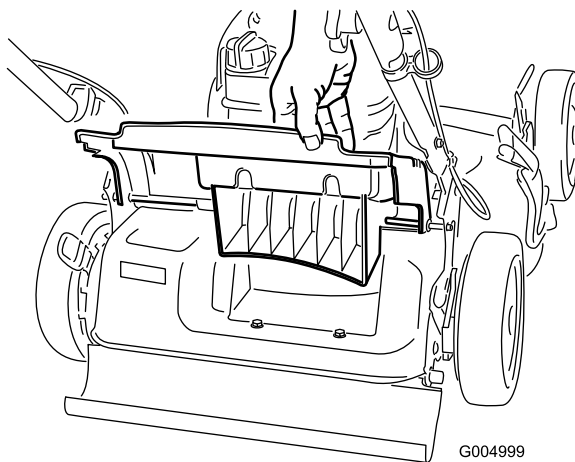

Figura 14
1. Levante y sujete la puerta trasera (Figura 14).